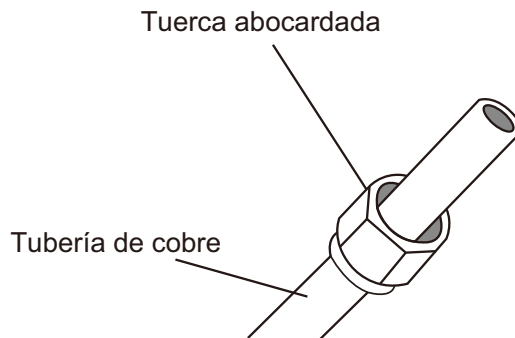

Fig. 5.3
3. Coloque las tuercas abocardadas en ambos extremos de la tubería. Asegúrese de que las tuercas están en la posición correcta, porque no puede colocarlas encima ni cambiar su posición después del abocardado. Véase **Fig. 5.3**